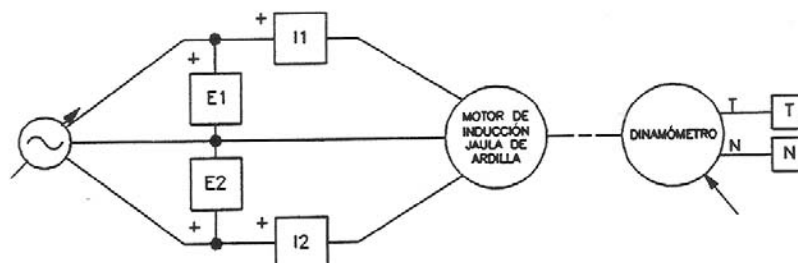

Figura 4-9. Motor de inducción jaula de ardilla conectado al Dinamómetro.
- ☐ 5. Conecte el equipamiento como lo muestra la Figura 4-9.